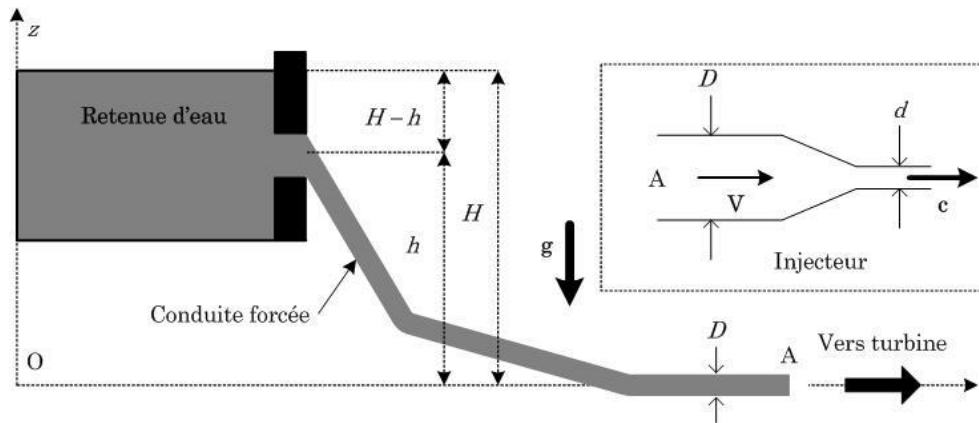

Fig. 1 - Retenue et conduite forcée pour installation hydroélectrique. L'injecteur, en A, est schématisé dans le rectangle en pointillés.
La centrale est alimentée par une conduite d'eau cylindrique de diamètre constant D , dite *conduite forcée*, issue du barrage (Fig. 1). La capacité de ce barrage est suffisamment importante pour que l'on considère l'eau qu'il contient comme immobile. L'extrémité aval de la conduite, notée A, est reliée à une tubulure de section décroissante, appelée *injecteur*.
□ 2 – Pour pallier cet inconvénient, on visse en A sur la partie finale horizontale de la conduite un injecteur (encart de la Fig. 1) de section décroissante et de diamètre de sortie $d < D$. Montrer que la vitesse en sortie de l'injecteur, notée c , est $c = \sqrt{2gH}$ (relation de Torricelli). Calculer c .